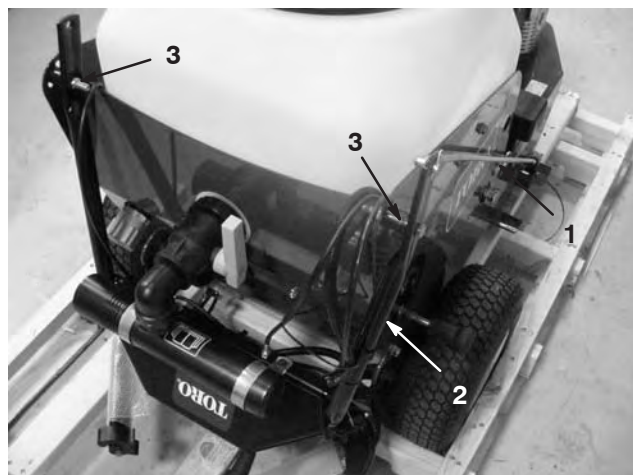

Figure 2
1. Enlevez la goupille fendue, la rondelle et le serre-câble fixant la tige de changement de vitesse pour l'expédition (Fig. 2). Conservez la goupille fendue et la rondelle pour le montage de la tige de changement de vitesse.
2. Retirez les boulons, les entretoises et les écrous fixant la poignée au support de la cuve (Fig. 2). Débarrassez-vous des boulons, entretoises et écrous.